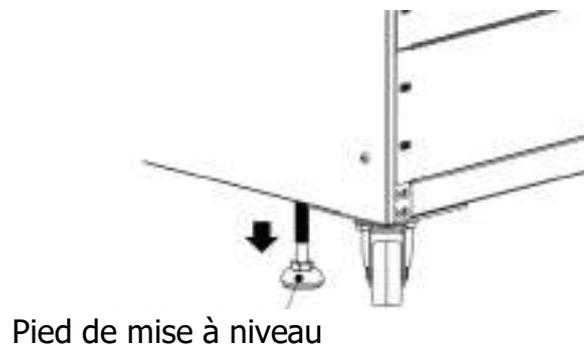

Figure 2-4
4. Pour immobiliser l'armoire, tournez simplement les pieds de mise à niveau dans le sens horaire. Reportez-vous la figure 2-4.